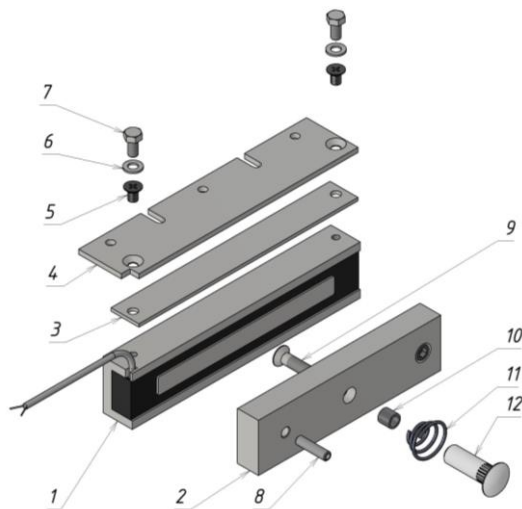
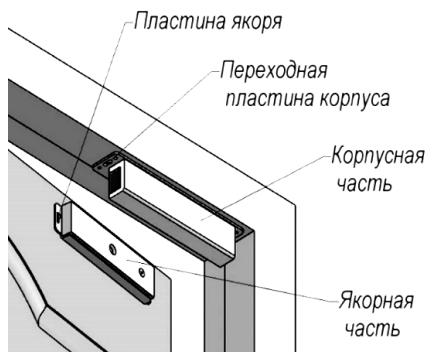

Рисунок 1 – Комплект поставки замка ALM-180FB
Рисунок 2 – Вариант крепления корпуса замка на монтажной пластине
3.1 В комплект поставки замка ALM-180FB (рисунок 1) входят:
5.1 Корпус замка размещается в верхней части дверной коробки (рисунок 2). Крепление корпуса к дверной коробке производится с помощью монтажной пластины (рисунок 1 поз.4).